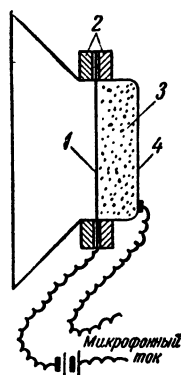

Рис. 35. Микрофон.
**Л.** — Это еще не все. Микрофон состоит из тонкой металлической мембраны и металлической чашечки, наполненной угольным порошком (рис. 35). Мембрана изолирована от металлической коробочки и соединяется с ней только через угольный порошок.